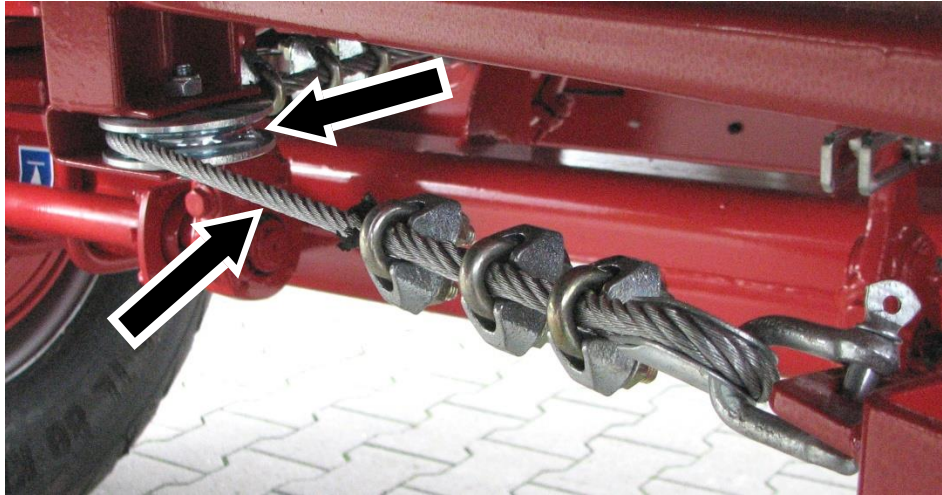

Abbildung 43: Umlenkrolle und Bremsseil einfetten
- ⇒ Fetten Sie das Bremsseil und die Umlenkrolle mit einem Pinsel ein (siehe Abbildung 43).